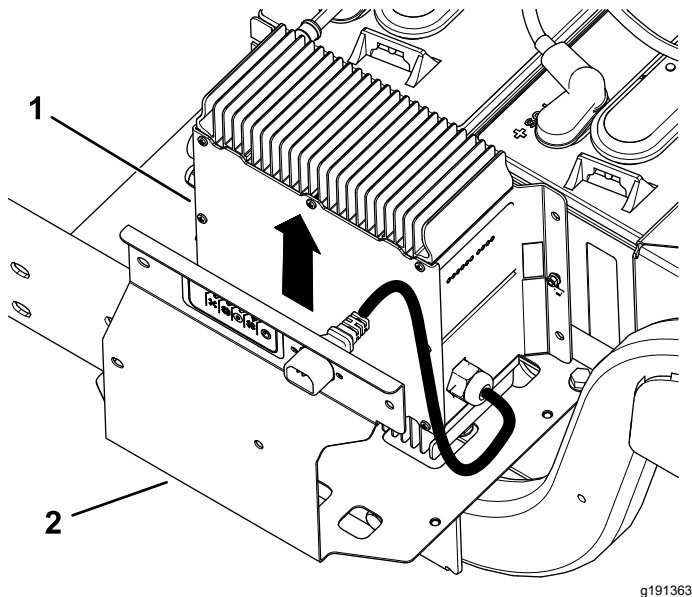

Figura 5
2. Retire el cargador y el cable del cargador del soporte del cargador (Figura 5).